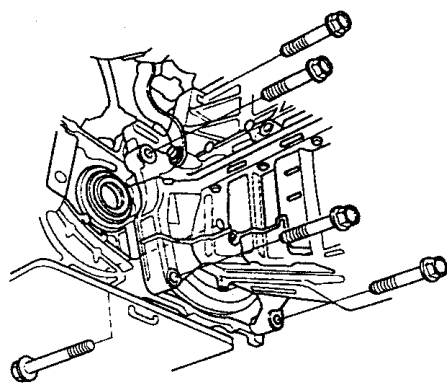

图 4-40 拆卸变速器下方装配螺栓
28) 将变速器千斤顶放到变速器的下面，如图 4-40 所示，拆卸变速器下方的装配螺栓。